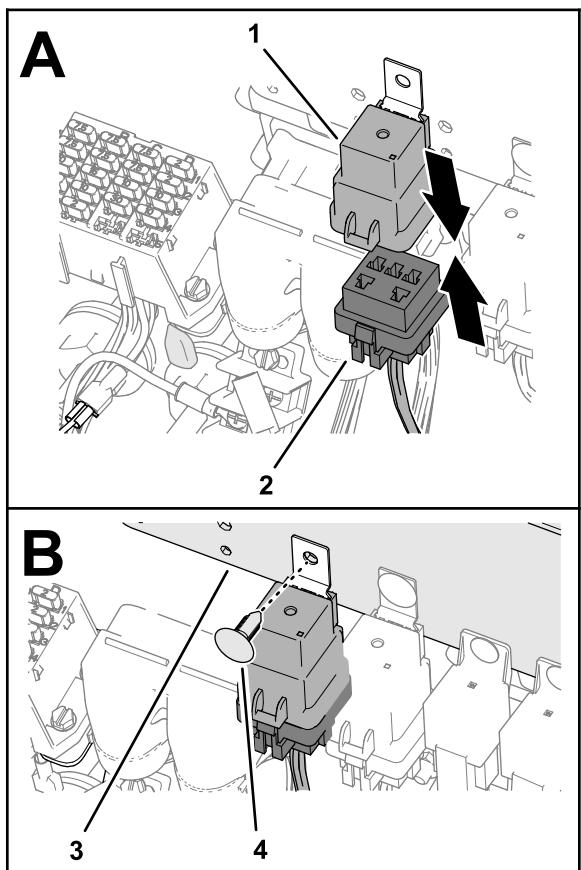

Figure 12
- Insérez le relais dans le connecteur à 5 douilles du faisceau du kit (Figure 12).
- Alignez le trou dans la patte du relais et le trou dans le panneau électrique, puis fixez le relais sur le panneau avec une fixation enfichable (Figure 12).